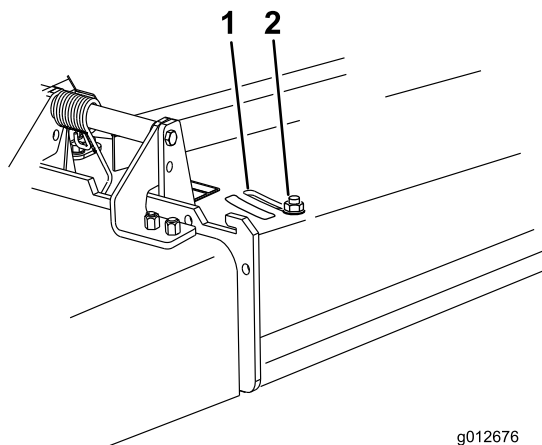

Figure 18
- Pour régler le déflecteur, desserrez l'écrou (Figure 18).